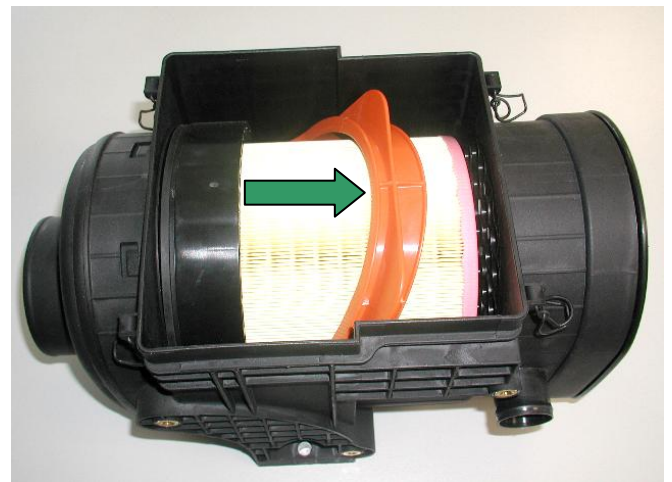

Bild 7 Spannbügel verriegeln
- Den roten Spannbügel vollständig Richtung „Lock“ (s. Bild 7) klappen und Deckel aufsetzen.